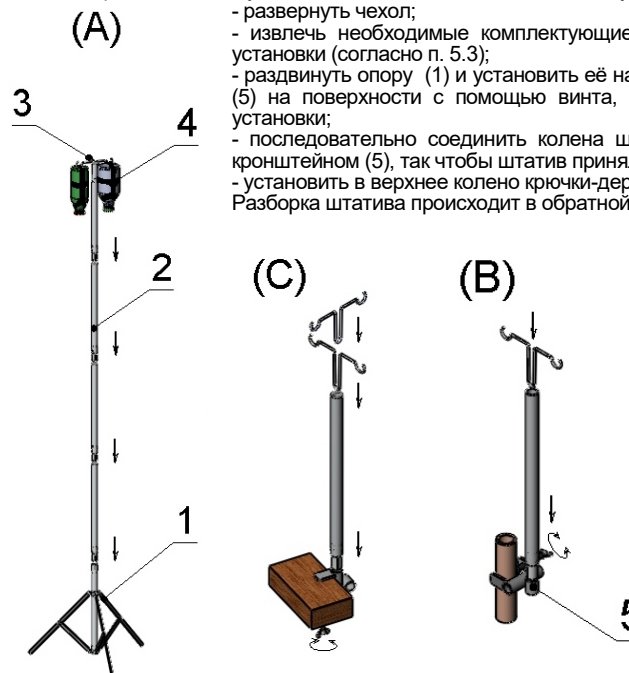

Рис.2. Порядок сборки и варианты установки штатива.
5.3. Штатив имеет два варианта установки (рис. 2):
6.1. Сборка штатива осуществляется стыковкой секций в следующей последовательности (Рис.2):
- раздвинуть опору (1) и установить её на пол или закрепить кронштейн-струбцину (5) на поверхности с помощью винта, в зависимости от выбранного варианта установки;
- последовательно соединить колена штатива (2) с основанием опоры (1) или кронштейном (5), так чтобы штатив принял вертикальное положение;
- установить в верхнее колено крючки-держатели (3).